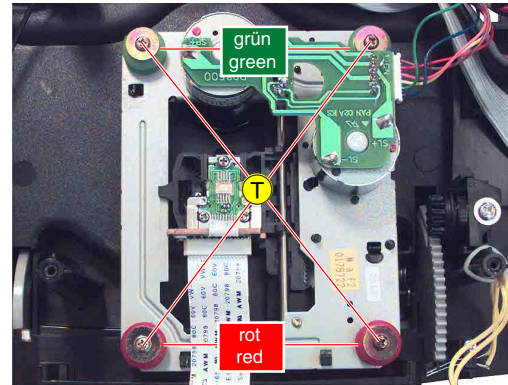

Fig. 11
- 4 Schrauben (T) (Fig. 11) herausschrauben.
- Undo 4 screws (T) (Fig. 11).